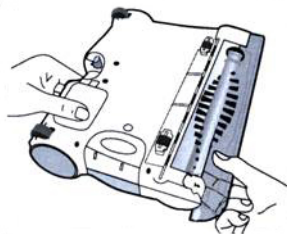

Fig. 13
4. Periódicamente, puede ser necesario quitar la cubierta transparente del cepillo, ubicada en el frente del cabezal motorizado, para quitar pelusa, pelos y tierra acumulada alrededor del cepillo giratorio. Para quitar la cubierta transparente del cepillo, sosténgala y jale hacia arriba hasta que se destrabe de las lengüetas ubicadas en la parte superior del cabezal motorizado. (Fig. 13)